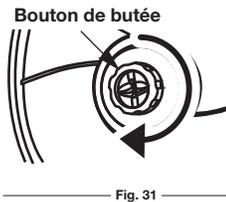

Fig. 31
- Faites tourner le bouton de butée dans le sens des aiguilles d'une montre jusqu'à ce que tout le fil se trouve à l'intérieur de la tête de coupe (Fig. 31).
- Tenez le couvre-bobine et tournez le bouton de butée dans le sens des aiguilles d'une montre pour enrouler le fil autour de la bobine, jusqu'à ce qu'environ 12,7 cm de fil dépassent de chaque côté de la tête de coupe. (Fig. 31)